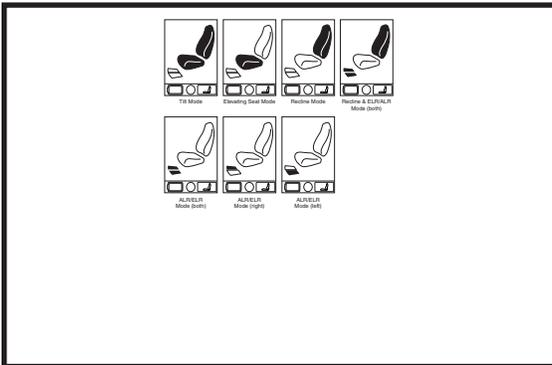

Abb. 2. Sitzhebemodus
2. Drücken Sie den Ein/Aus- und Moduswahlhebel mehrmals nach oben, bis das LCD den Sitzbildschirm anzeigt. Alternativ können Sie einmal die Auswahl Taste 2 drücken, um diesen Bildschirm direkt aufzurufen. **Siehe Abb. 2.**
3. Schieben Sie den Joystick nach links oder rechts, um den Höheneinstellungs-Modus zu durchlaufen; dies wird in dem Aktuator Indikator angezeigt. **Siehe Abb. 2.**